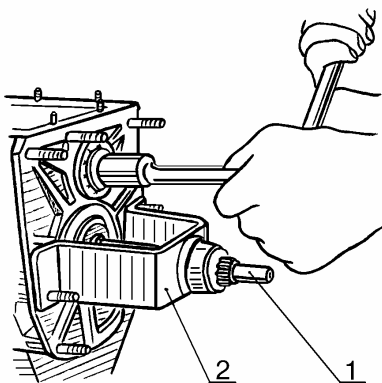

Рис.10. Установка приспособления для стопорения первичного вала КП:
- установить на первичный вал 1, рис.10, приспособление 2 для стопорения вала (приспособление 41.7816-4068);
- отвернуть болт крепления переднего подшипника промежуточного вала, как показано на рис.10 (головка сменная 19, вороток и удлинитель);
- снять уплотнитель 19, рис.6, центрирующего кольца, разогнуть кромку стопорной шайбы 22 и отвернуть гайку 18 заднего конца вторичного вала. Снять стопорную шайбу и приспособление 2, рис.10. Для 5-ти ступенчатой КП приспособление 2 не снимать (молоток, зубило, прошивка, головка сменная 30, вороток и удлинитель);
- отвернуть болт 2 крепления блока шестерен и снять приспособление 2, рис.10, для стопорения первичного вала (головка сменная 17, вороток);